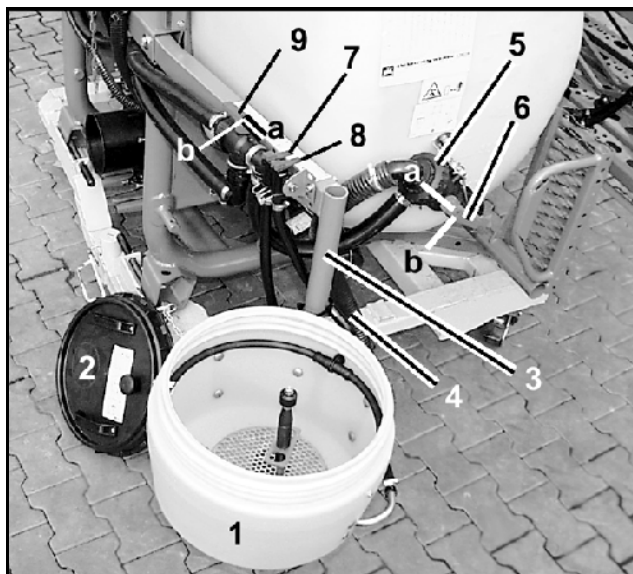

Рис. 164
- Трехходовой кран (Рис. 164/ 6) установите в положение "а", и откачайте заполненный препарат. (Для этого снимите крышку с промывочного бака).
- Закройте кран простого действия (Рис. 164/ 8) для кольцевой линии.
- Закройте трехходовой кран (Рис. 164/ 6) (положение "b").
- Закройте трехходовой кран (Рис. 164/ 9) (положение "b").
- Откройте кран простого действия (Рис. 164/ 8) для кольцевой линии.
- Трехходовой кран (Рис. 164/ 9) установите в положение "а".
- Установите трехходовой кран (Рис. 164/ 6) в положение "а" и откачайте растворенный препарат. (Для этого снимите крышку с промывочного бака).
- Закройте кран простого действия (Рис. 164/ 8) для кольцевой линии на крановой группе.
Путем перекачивания жидкости полностью растворите мочевины перед опрыскиванием (трехходовой кран (Рис. 164/ 9 положение "а")). При растворении большого количества мочевины резко понижается температура рабочего раствора, таким образом, мочевина растворяется медленно. Чем теплее будет вода, тем быстрее и лучше будет растворяться мочевина.